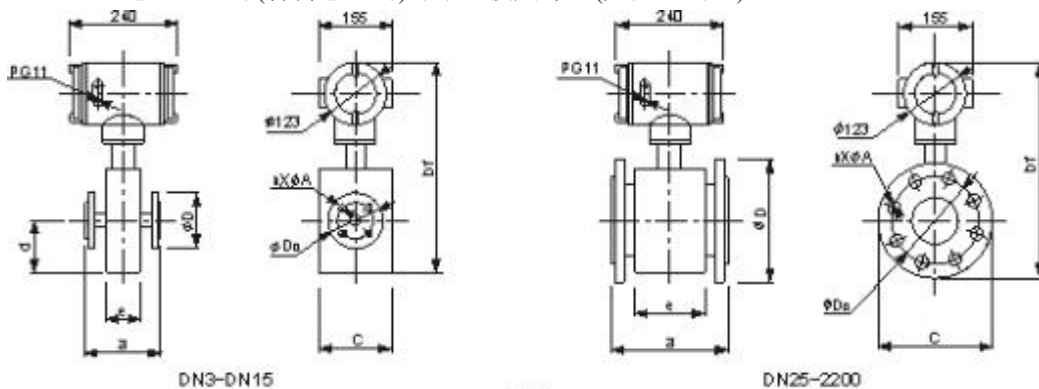

图4
4.2.1平法兰型电磁流量计(含传感器的)外形连接尺寸: (见图4、表1)